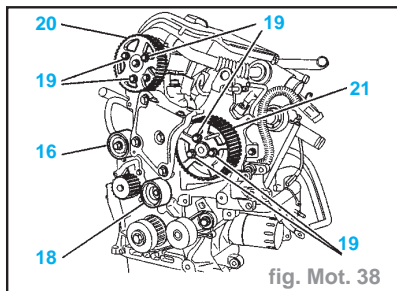
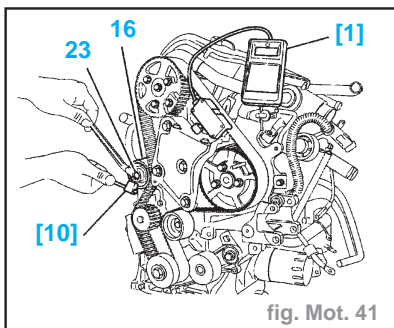

fig. Mot. 38
fig. Mot. 41
Impératif : Vérifier que les galets (16) et (18) tournent librement (absence de point dur), vérifier également que ces galets ne sont pas bruyants et/ou qu'ils ne présentent pas de projections de graisse (fig. Mot. 38).
- Mettre en place l'outil [1] **SEEM C. TRONIC type 105.5** (fig. Mot. 41).
- les vis (19) (fig. Mot. 38)
- l'écrou (23) (fig. Mot. 41)
- Serrer les vis (19) à la main puis les desserrer de **1/6** de tour (fig. Mot. 38).
- Mettre en place l'outil [1] (fig. Mot. 41).
- Tourner le galet tendeur (16) dans le sens inverse des aiguilles d'une montre (à l'aide de l'outil [10]).
- Serrer l'écrou (23) à **1,8 daN.m** (sans modifier la position du galet (16)).
- Serrer les vis (19) à **2,3 daN.m** (fig. Mot. 38).